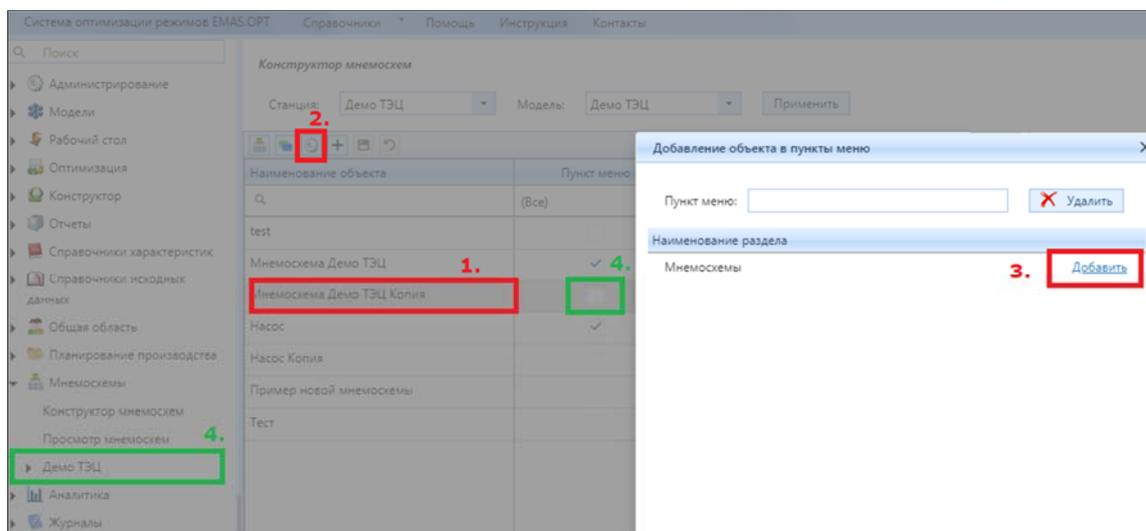

Рисунок 4.9.5 – Кнопка настройки, добавление мнемосхемы в пункт меню слева
Для быстрого доступа к мнемосхеме можно добавить ее в пункт меню через кнопку (2) «Настройки» (рис. 4.9.5):
3. Нажать кнопку (3) «Добавить».